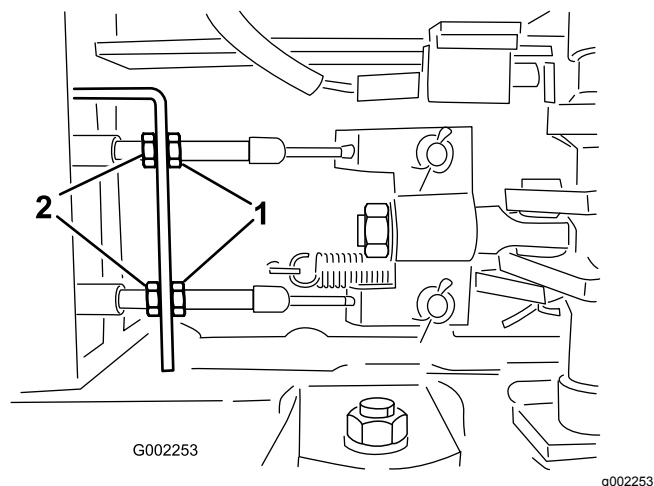

Рисунок 68
5. Ослабьте передние гайки на тормозных тросах под передним концом опрыскивателя (Рисунок 68).
6. Равномерно затягивайте задние гайки до тех пор, пока педаль тормоза не будет перемещаться в пределах от 1 до 2 см до ощущения сопротивления (Рисунок 68).